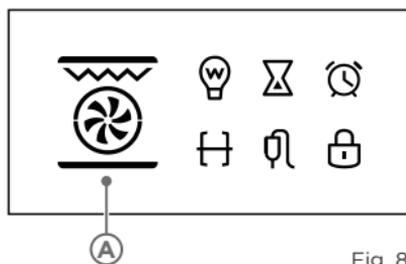

Fig. 8
1. Para selecionar uma das funções do forno, durante o modo de espera, aperte o botão de função "F" até o indicador mostrar a função desejada ("A" - Fig. 8).